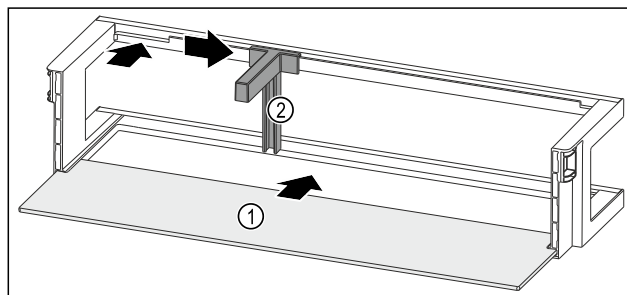

Fig. 125 Дверная полка со съемной полкой
- ▶ Вдвиньте съемную полку Fig. 125 (1) в боковые пазы.
- ▶ Установите держатель для бутылок Fig. 125 (2) в выемку.
- ▶ Сместите держатель для бутылок Fig. 125 (2) в нужное положение в сторону.